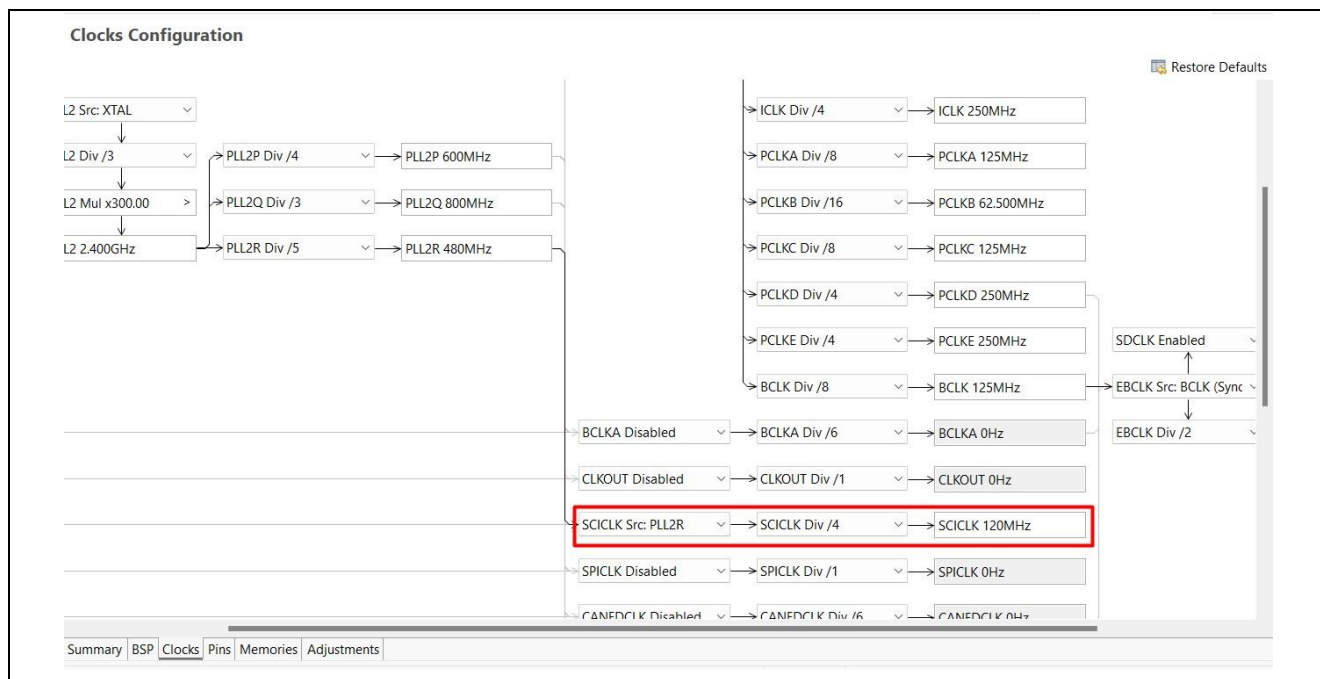

图 73. `Solution` 项目中时钟配置的示例
- 整个多核项目的时钟配置。对于 `RA8D2_DSP_example`，启用 `SCICLK` 为 120 MHz 以使用 `VCOM UART` 在 `RA8D2_DSP_example_CPU1` 上进行日志终端输出。导航到 `RA8D2_DSP_example` 项目 `solution.xml` 中的 `Clocks` 选项卡以应用此配置，如图 73 所示。禁用好未使用的时钟以优化系统性能并降低功耗。